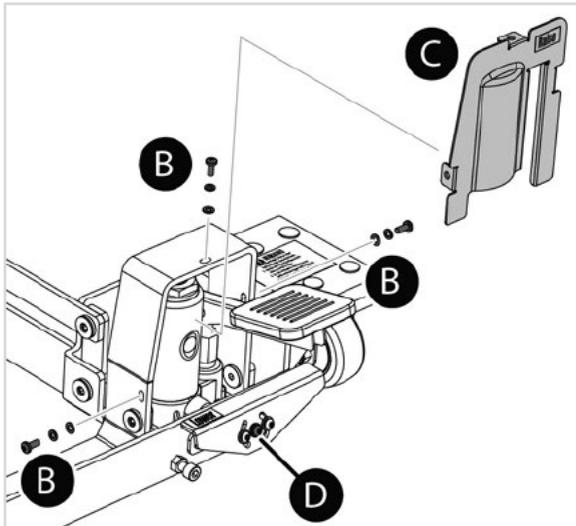

Abb. 8
- Verwenden Sie SAE-30-Öl zum regelmäßigen Schmieren der in Abb. 10 gezeigten Punkte (A). Um an die Schmierstellen zu gelangen, entfernen Sie die drei Schrauben der Abdeckung der Hebevorrichtung (B) mit einem Kreuzschlitzschraubendreher (siehe Abb. 8) und nehmen Sie dann die Abdeckung (C) ab.
1. Stellen Sie sicher, dass die Säge auf den Boden abgesenkt ist. Entfernen Sie die in Abb. 8 gezeigte Schraube des mittleren Entriegelungshebels (D) mit einem 4-mm-Sechskantschlüssel.